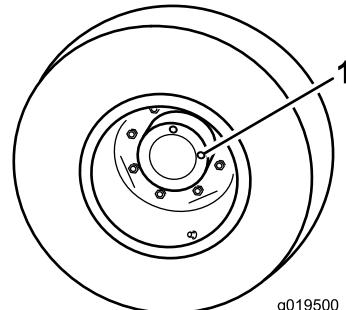

Figure 72
- Amenez la machine sur une surface plane et horizontale, tournez la roue de sorte à placer un bouchon de contrôle à la position 12 heures et l'autre à la position 3 heures (Figure 72).
- Bouchon de contrôle/vidange (2)
- Retirez le bouchon qui est à la position 3 heures (Figure 72).